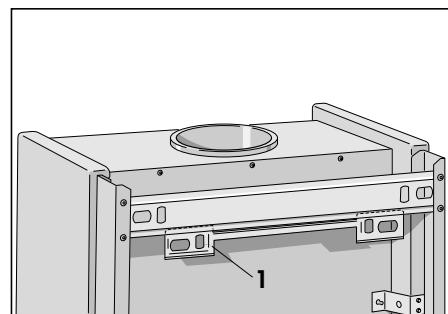

Рис. 4.4 Держатель котла
- Прикрепить держатель аппарата (1, рис. 4.4) к стене с помощью шурупов, прилагаемых в упаковке; **Указание:** При плохом состоянии стены следует по возможности использовать дополнительные или другие крепления, чтобы обеспечить надежный монтаж. Если аппарат устанавливается в каркасном доме, то следует обратить внимание на то, чтобы держатель был закреплен на несущей деревянной опоре, которая была бы рассчитана на вес аппарата.
- Фронтальную теплоотражающую пластину (2) надвинуть спереди теплообменника котла и соединить прилагающимися саморезами с боковыми пластинами.
- Поднять аппарат вверх и держать параллельно стене так, чтобы он находился немного выше держателя аппарата (1, рис. 4.4);